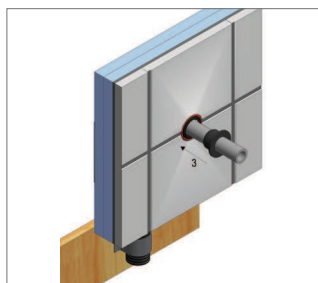

Fig. 5-50
- **Steg 3:** Dra på rörtätningen som följer med väggbockfixturset 25 och skjut den helt tillbaka för att täta gapet mellan PEX-rör och skyddsrör 25 (Fig. 5-50). Använd ett för PPS EPDM lämpligt smörjmedel.